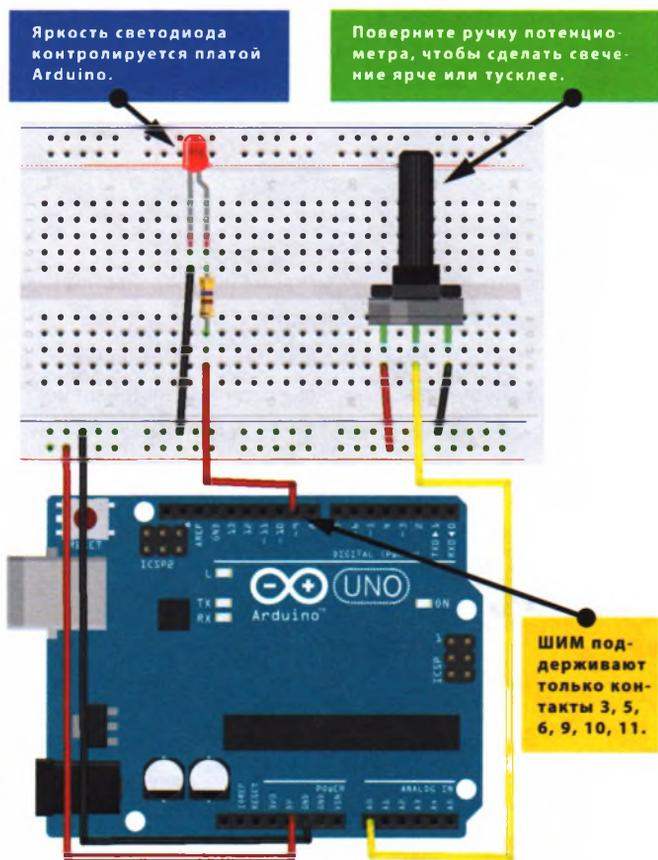

РИСУНОК 2.3
- Установите светодиод на макетную плату. Подключите ножку анода (длинную) к контакту 9 платы Arduino через резистор с сопротивлением 470 Ом, а ножку катода (короткую) — к контакту GND, как показано на рис. 2.3.